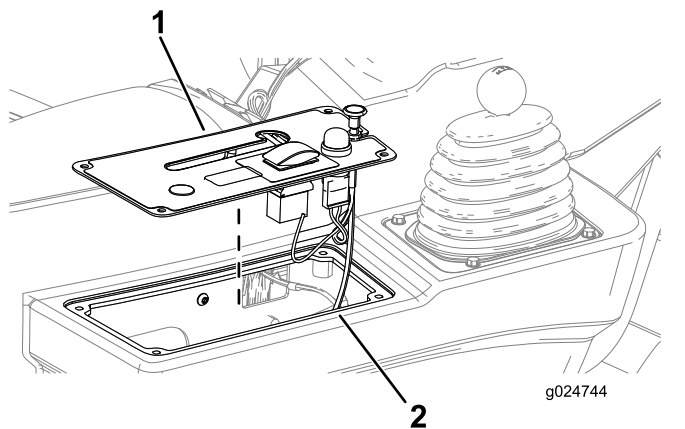

図 19
1. コントロールパネルのカバーをサイドコンソールに合わせる 図 19。